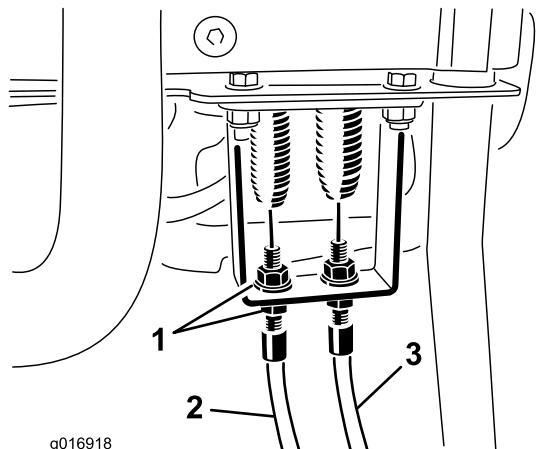
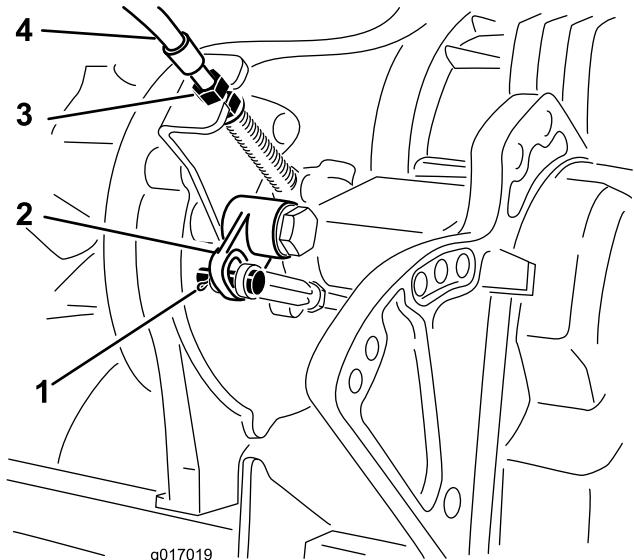

図 45
図 46
2. 走行コントロールケーブルの延長スプリング部分にたるみができるないか点検する図45。たるみがある場合には、バルクヘッド図46についているジャムナットを調整してたるみを取るスプリングを伸ばさない。
4. ベルクランクロッドのクレビスをベルクランクレバーに固定しているコッターピンとクレビスピニを外す。ベルクランクレバーからクレビスを外す図 46。
7. トランスマッションのバルクヘッド図 46で、先ほどの調整に合わせてケーブルのジャムナットを調整してベルクランクへの距離を小さくする。
8. ケーブルの調整は、コントロールパネルのバルクヘッドのところで行い、ケーブルのジャムナットを回転させて、スプリングが伸びずにケーブルのたるみが完全になくなるように調整する図 45。
3. コントロールハンドルのバルクヘッド部で、リールコントロールケーブルをゆるめてケーブルにたるみを持たせる図 45。